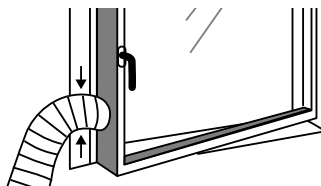

Рис. 5
3. Закрепите воздуховод в оконном проеме для отвода горячего воздуха за пределы охлаждаемого помещения (рисунок 5).